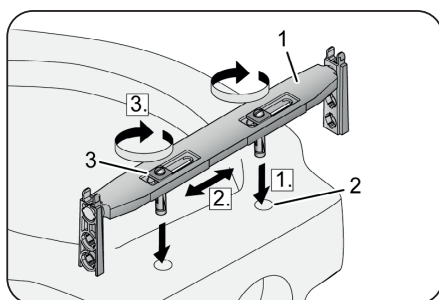

Abb. 5
1. Legen Sie die Auflagebrücke (1, Abb. 5) auf den hinteren Rand des Toilettensitzerhöhungskörpers. Stecken Sie dabei die Dübel in die Bohrungen (2, Abb. 5) des Toilettensitzerhöhungskörpers.
3. Drehen Sie die Schrauben (3, Abb. 5) im Uhrzeigersinn. Dabei werden die Dübel gespreizt. Ziehen Sie die Schrauben mit einem Anziehdrehmoment von 3 Nm fest.